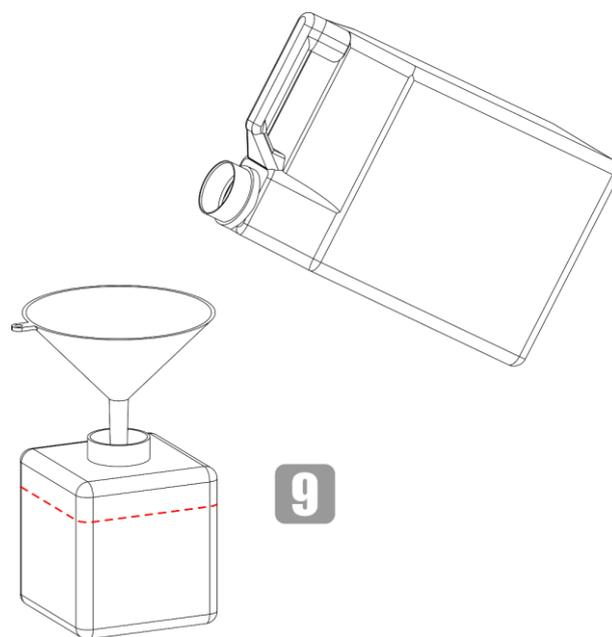

Fig. 16
- 09) Utilice un embudo para echar el fluido de niebla en el depósito como se indica en la Fig. 16.
- 10) Rellene el depósito de fluido con la cantidad de fluido de niebla recomendada (capacidad máx. del depósito de fluido 1 L). Asegúrese de no sobrellenarlo. Para más información consulte la Fig. 16.